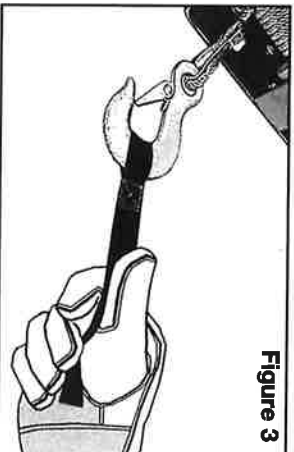

Figure 3
1. ASSUREZ-VOUS QUE LE CÂBLE MÉTALLIQUE EST TOUJOURS ENROULÉ SANS JEU SUR LE TAMBOUR. Le câble métallique doit toujours être serré et enroulé de façon uniforme sur le tambour. Assurez-vous qu'il n'est jamais enroulé de façon lâche. S'il est mal enroulé, il est probable que lors de l'utilisation suivante, la partie de câble sous tension s'insère sous les couches inférieures de câble enroulé de façon lâche et arrive ainsi jusqu'au tambour, ce qui risque d'endommager le câble. Il est fortement recommandé qu'après chaque utilisation, le câble soit enroulé avec une légère tension, pouvant être appliquée avec la sangle de sécurité (figure 3) et TOUJOURS en portant des gants.
7. USE HEAVY LEATHER GLOVES when handling wire rope. DO NOT LET WIRE ROPE SLIDE THROUGH YOUR GLOVED OR UNGLOVED HANDS. ALWAYS USE THE HAND-SAVER STRAP when guiding the wire rope in or out. (Figure 3)